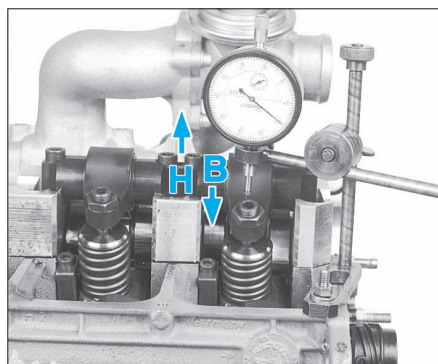

FIG. 44
• Mettre en place un comparateur muni d'un pied approprié, palpeur en appui sur la vis de réglage de l'injecteur-pompe (Fig.44).